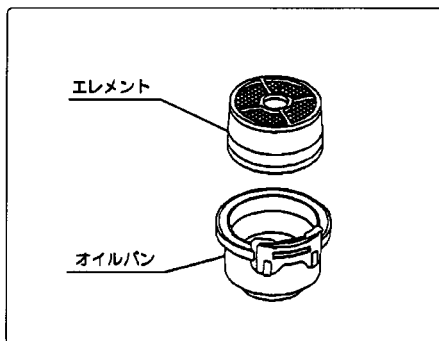

図37
② オイルが不足しているときは、オイルレベルまで補充してください。汚れがひどいときにはオイルパン・エレメント共、白灯油で洗浄しエレメントはエンジンオイルに浸し滴下しない程度に振り切ってください。(図37)
③ オイルパンはよく洗浄し、新しいエンジンオイル(S C級以上)をレベルまで入れてください。(図37)